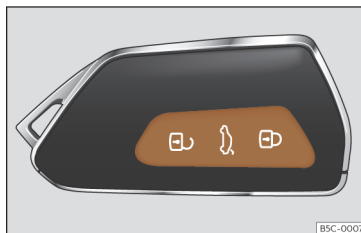

**Fig. 76** Chave por comando à distância: teclas.
• Trancar: pressione o botão  >>> **Fig. 76.**